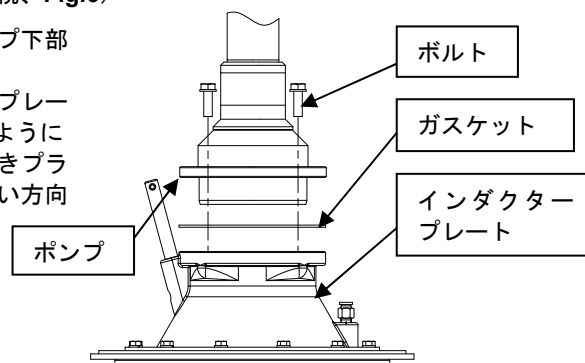

Fig.6 インダクタープレートの取付け
3.4 材料吸込配管の接続 (ポンプとインダクタープレートの接続、Fig.6)